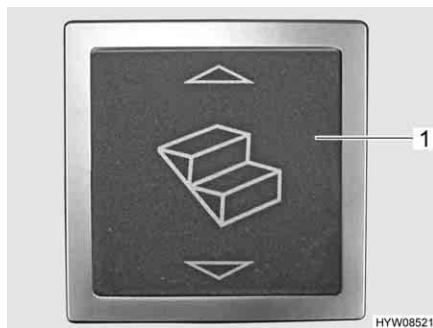
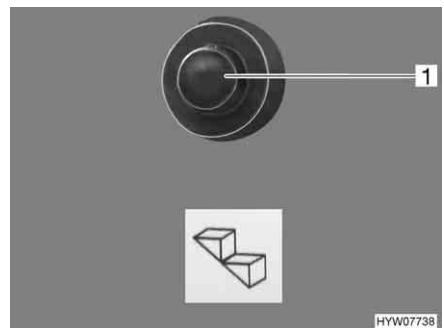

Fig. 4 Pulsante basculante dello scalino di ingresso (zona di ingresso)
Fig. 5 Pulsante a pressione dello scalino di ingresso (cruscotto)
- Premere il pulsante basculante (Fig. 4,1) nella zona di ingresso oppure il pulsante a pressione (Fig. 5,1) sul cruscotto nella cabina di guida.
- Premere il pulsante basculante (Fig. 4,1) nella zona di ingresso.